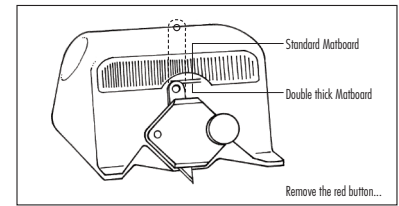

Fig. 1
- 1 Install blade by loosening knob and sliding blade into slot. Adjust depth to single matboard or double thick. (Fig. 1)
- 1 Installer la lame en desserrant le bouton et en glissant la lame dans la fente. Régler la profondeur pour un carton unique ou une double épaisseur (Fig. 1).
- 1 Para instalar la cuchilla suelte el tornillo e introduzca la cuchilla desde arriba en la ranura. Ajuste el grosor (simple o doble) (Fig. 1).
- 1 Zum Einlegen der Klinge Klingenknopf lösen und Klinge von oben in den Schlitz einschieben. Einstellen auf einfache oder doppelte Dicke (Fig. 1).
- 1 Installare la lama svitando la sicura e posizionarla nella guida. Regolare la profondità per lo spessore del passapartout desiderato (Fig. 1)